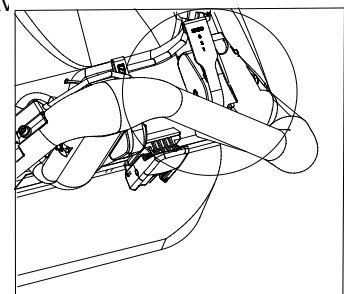

Fig. 14
1. Flytta växelspaken (höger sida) till rätt läge (1, 2 eller 3) för den önskade växeln. (Se Fig. 14)